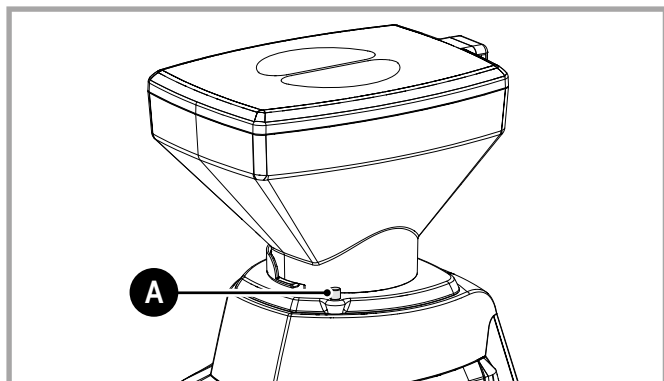

Fig. 8.2 - Virola de fixação
- Solte a virola de fixação (A - Fig. 8.2).